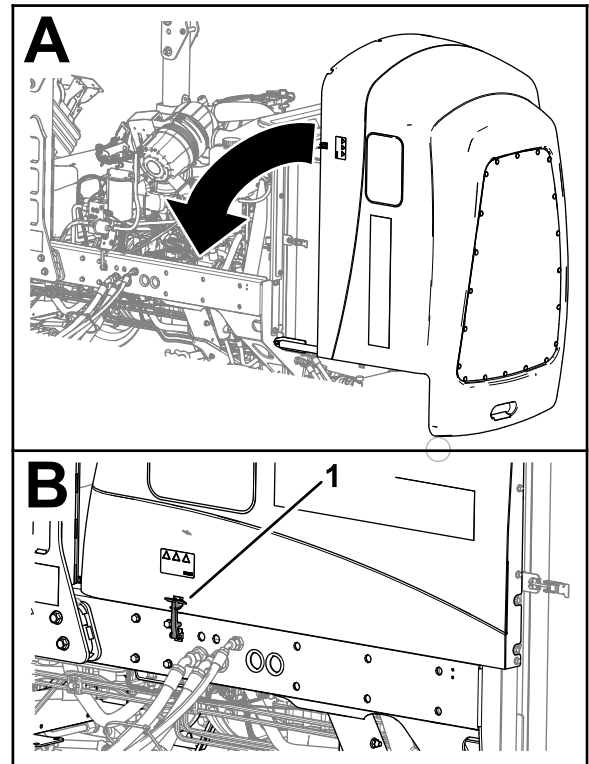

Figure 105
1. Refermez le capot avec précaution (Figure 105).